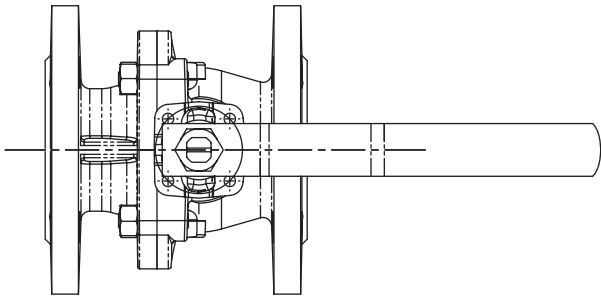

Fig.1
-Durante l'immagazzinamento la valvola deve essere mantenuta completamente aperta per evitare il danneggiamento delle sedi di tenuta (fig. 1).
-During the storing the valve must be fully open to avoid the of the tighten seats (fig. 1).